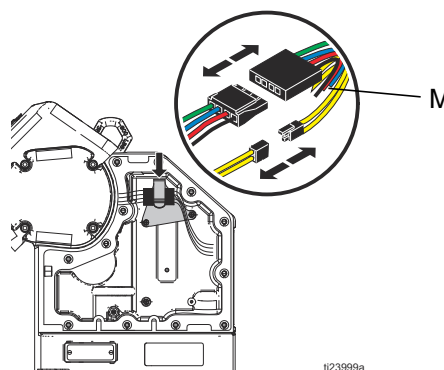

FIG. 19: Motorledningar
- Motorströms- och motortemperatursensor. Se FIG. 19 på sidan 16.